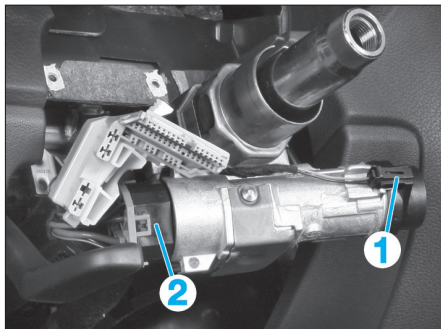

FIG. 7
- Débrancher les connecteurs (1) et (2) (Fig.7).